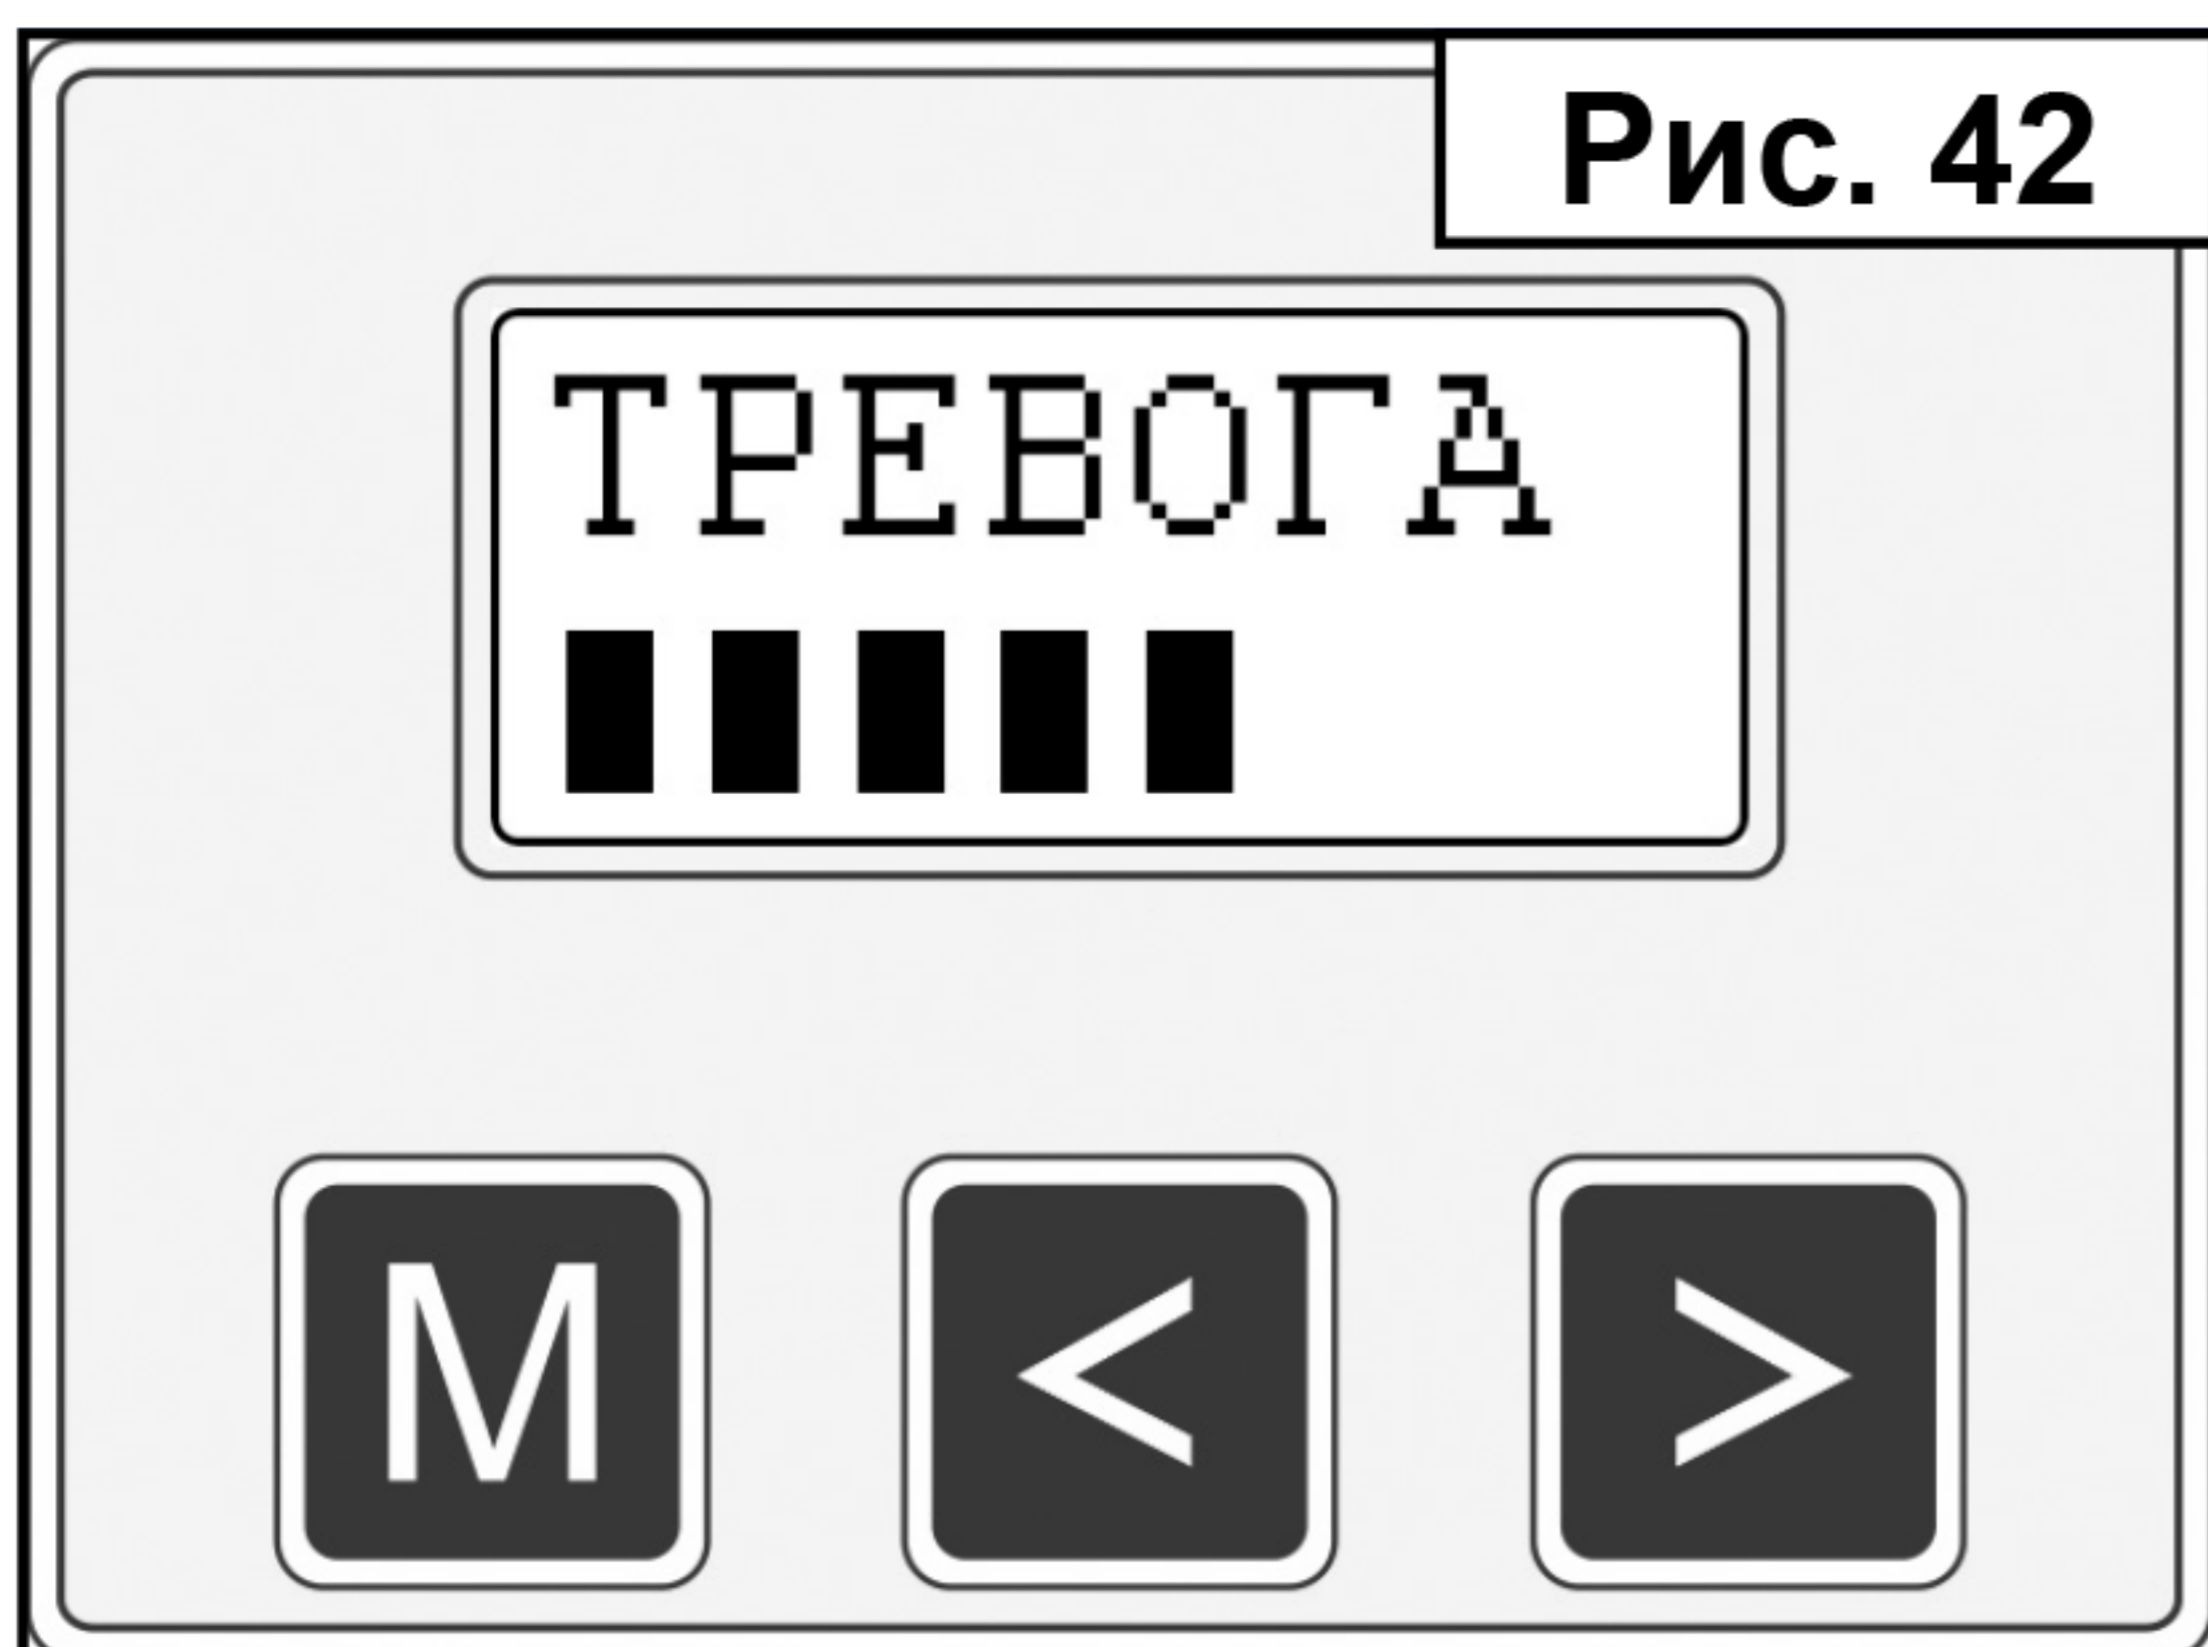

Рис. 42
9. Переведите детектор в режим «ПОИСК» нажав и отпустив кнопку  (Рис. 41). При наличии в пробе искомым веществ появится сигнал тревоги (Рис. 42).